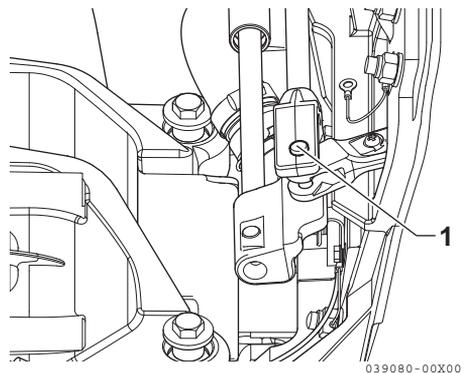

Figura 7
3. Lubrificare il pin della forcella del servosterzo (1, **Figura 7**).